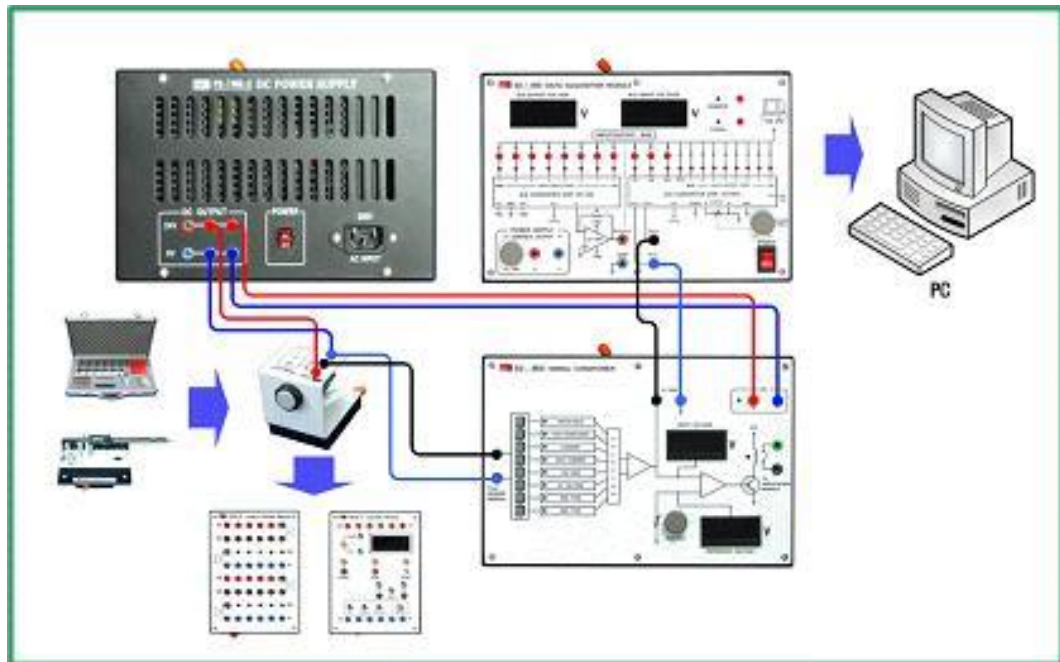

FIGURE 2: Diagramme de branchement du test du capteur de proximité capacitif.
1. En suivant les étapes ci-dessous, réaliser le circuit illustré sur la figure 2 :
- (d) relier les différents modules en utilisant les câbles de connexion comme illustré sur la figure 2,